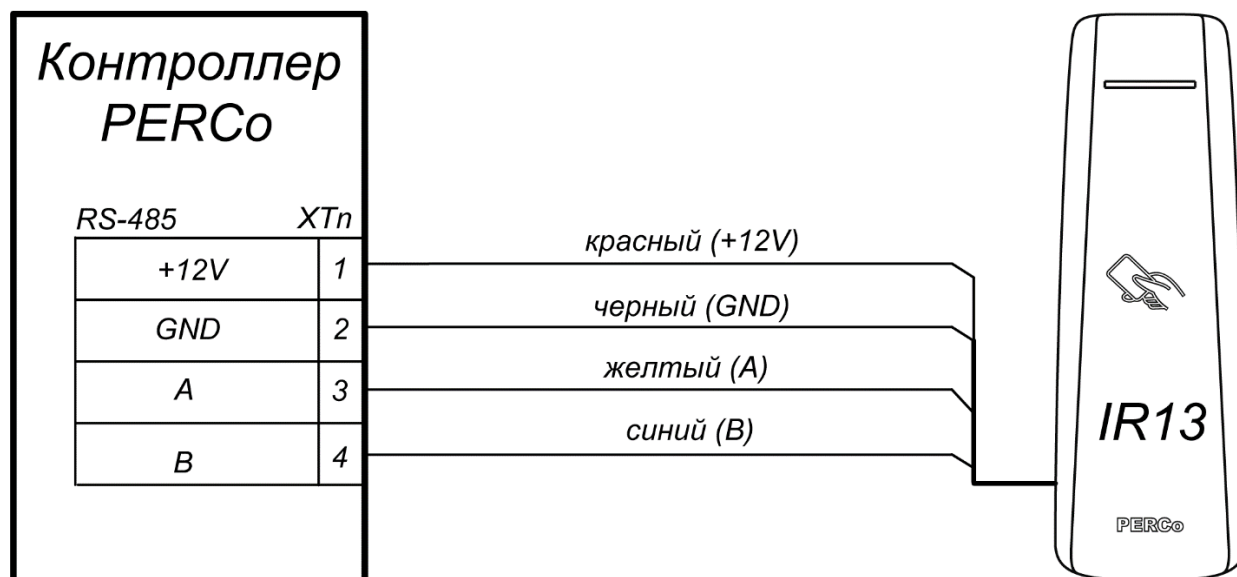

Рисунок 4. Схема подключения считывателя к контроллеру PERCo с использованием интерфейса RS-485
8. Проложите кабель, закрепите его и подключите к контроллеру исполнительного устройства (схему подключения смотри на рис. 4 и 5 и в руководстве по эксплуатации на соответствующий контроллер). Удлинение соединительного кабеля считывателя производится в соответствии с требованиями разд. 7.2, при этом: